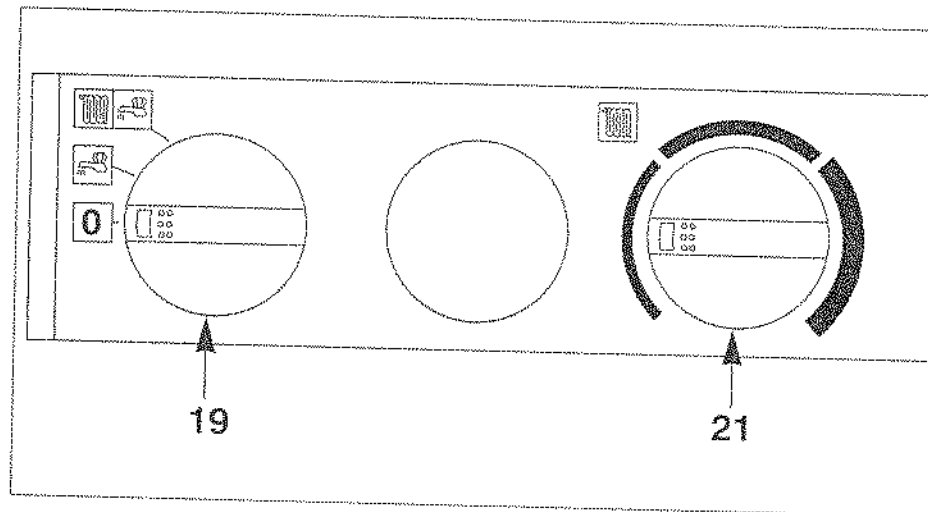
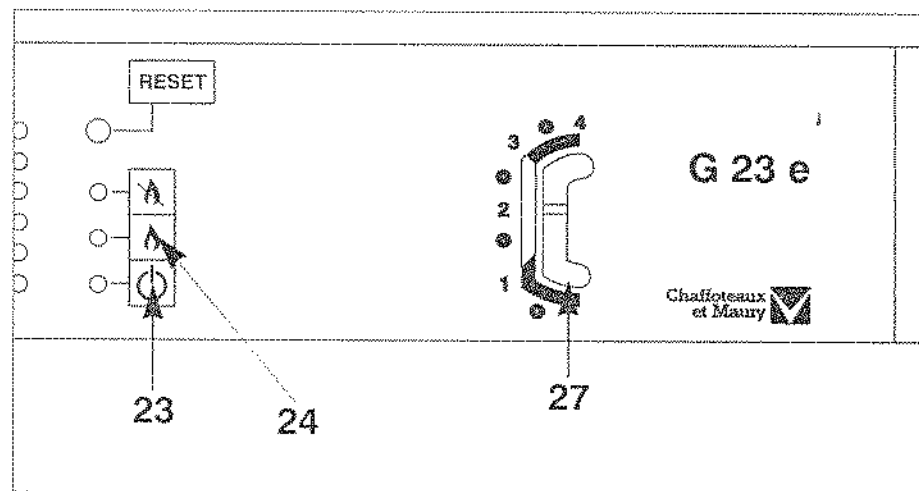

Fig. 23
Fig. 24
- Placez le commutateur "19" (fig. 23) en position « IIII ☞ » voyant vert "23" allumé ; le voyant orange "24" (fig. 24) s'allume chaque fois que le brûleur entre en fonction.
Le bouton de réglage du chauffage "21" « IIII » (fig. 23) donne la possibilité d'ajuster la température de l'eau du circuit de chauffage en fonction des besoins saisonniers.
- Placez le commutateur "19" en position arrêt « ● » (extinction du voyant vert "23" (fig. 24).
Ne pas oublier de le rouvrir en début de saison de chauffage, lorsque l'on replace le commutateur "19" (fig. 23) en position « IIII ☞ ».